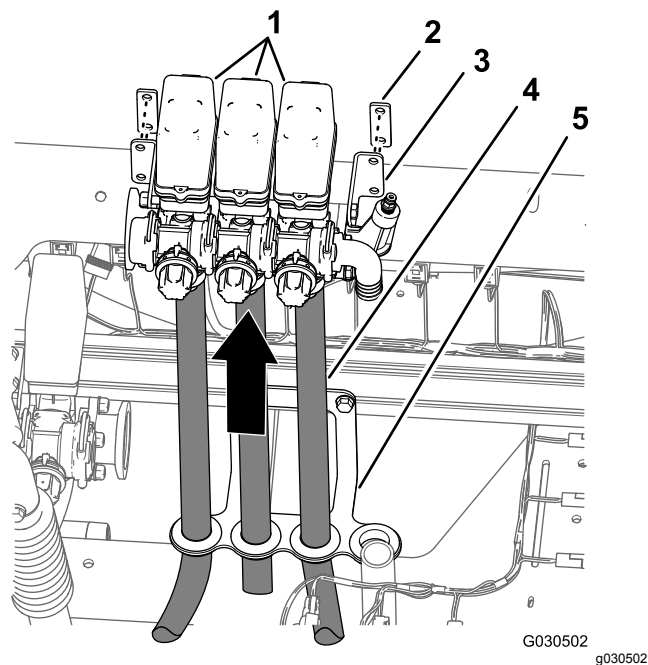

Figura 65
- Com as três tubagens da rampa ligadas às três válvulas da secção da rampa, levante cuidadosamente as válvulas da rede de tubagem e retire as válvulas e as tubagens da máquina (Figura 65).